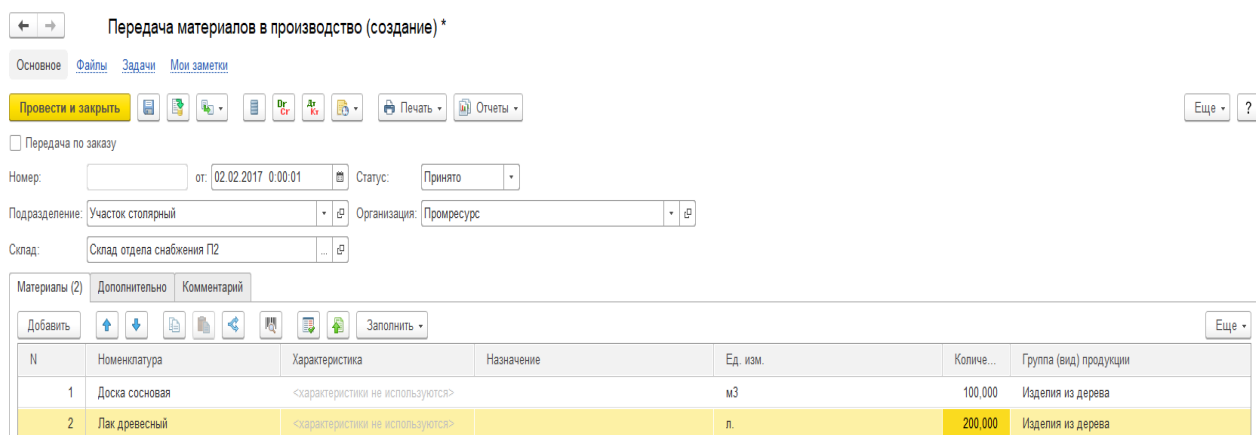

Рис. 3-27 - Документ передачи материалов в производство в феврале 2017 г.
• **Открыть** документ «Передача материалов в производство» № ПР00-000001 от 02.02.2017»(рис.3-27).